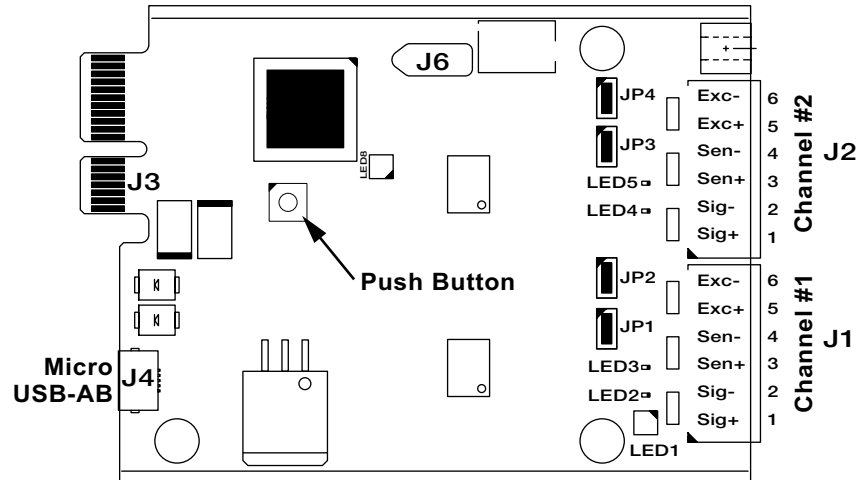

Figura 12-7. Segunda generación de tarjetas de báscula A/D (simple y doble)
6. Mientras mantiene pulsado el botón de la tarjeta, enchufe el extremo micro USB en el conector J4 (consulte Figura 12-7). El PC detecta un dispositivo USB extraíble llamado *CRP DISABLD*.